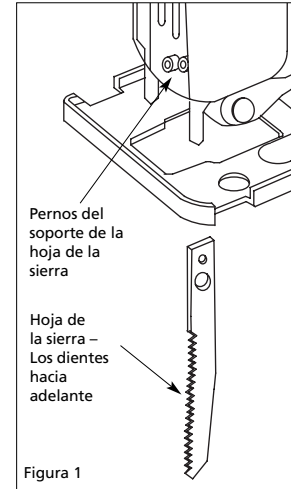

Figura 1
1. Afloje el perno girando hacia la izquierda en el soporte de la hoja usando la llave allen (ver Figura 1).
2. Con los dientes de la hoja hacia adelante, introduzca la hoja en el soporte de la hoja hasta el tope. Asegúrese de que el borde trasero de la hoja encaje en el cojinete de apoyo de la hoja (ver Figura 1).